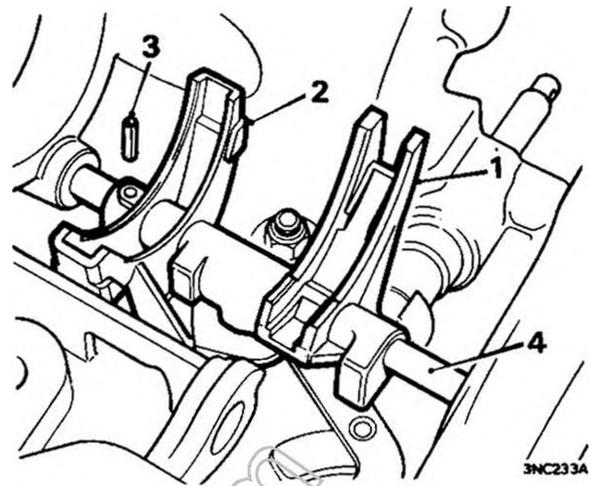

Fig. F.18
35. Estrarre la spina che fissa la forcella della III e IV velocità sull'asta portafortelle. Ved. la Fig. F.18
36. Rimuovere l'asta e le forcelle. Ved. la Fig. F.18.
57. Rimontare la forcella della I velocità e far passare l'asta portaforcelle nel foro della scatola ed in quello delle forcelle. Allineare il foro nell'asta portaforcelle con quello della forcella della III e IV velocità. Ved. Fig. F.18.